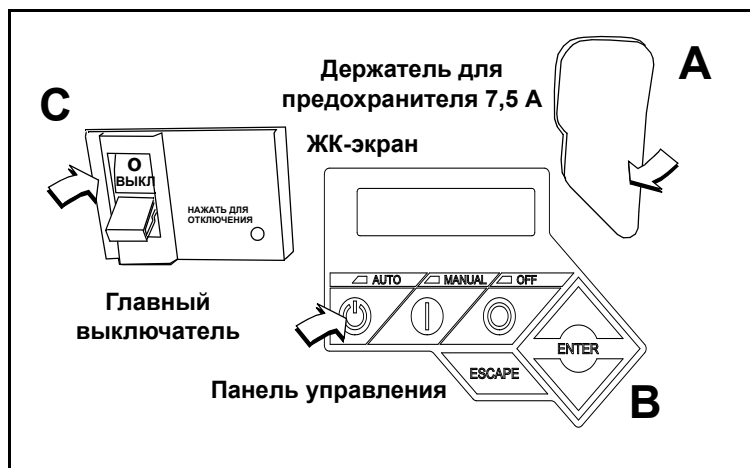

Рисунок 5-20. Панель управления генератора
1. Приподнимите защитный резиновый клапан, покрывающий держатель для предохранителя, и установите предохранитель 7,5 А. См. А Рисунок 5-20.
3. Нажмите AUTO (АВТО) на панели управления. Загорится красный светодиод, подтверждающий переход системы в режим AUTO (АВТО). См. В Рисунок 5-20.
4. Переведите главный выключатель в положение ON (ВКЛ) (Замкнутое положение). См. С Рисунок 5-20.